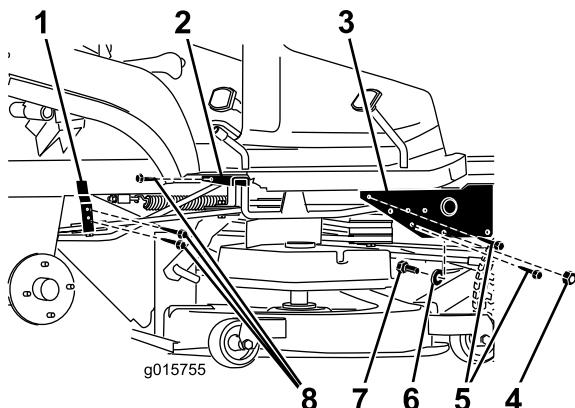

Figure 7
- Sur le côté droit de la machine, percez des trous dans le support de poulie, le support de repose-pieds et la partie avant du cadre (Figure 7).